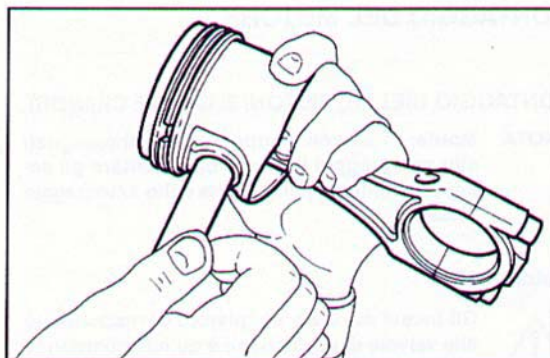

Fig. 126 ▲
- montare i pistoni sulle bielle inserendo lo spinotto e gli anelli di fermo (Fig. 126);
- fit the pistons in the connecting rods, inserting piston pin and circlips (Fig. 126):